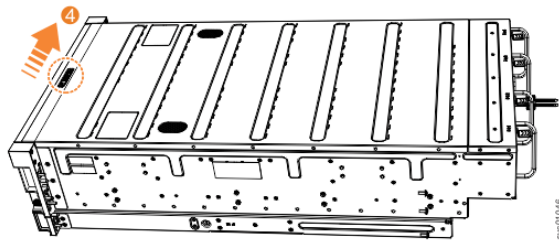

Figura 80. Travando a tampa superior
5. Trave a tampa na posição, deslizando a alavanca de liberação (4), conforme mostrado em Figura 80 na página 71